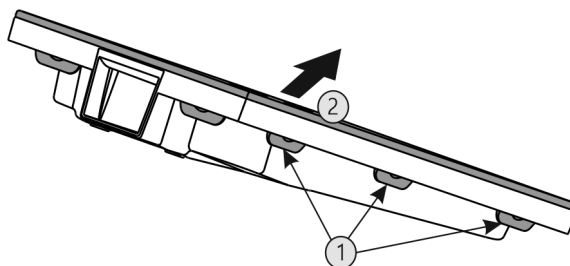

Fig. 42
- Vajutage üksteise järel aasu Fig. 42 (1) ja võtke kate Fig. 42 (2) välja.